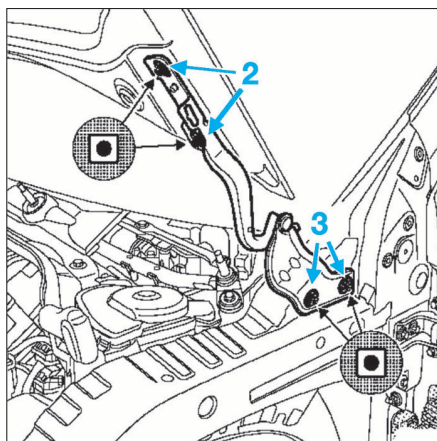

FIG. 20
- Desserrer les vis (2) de fixation de capot (Fig.20).
- Desserrer les vis (3) de fixation de compas de capot (Fig.20).
- Serrer les vis (3) de fixation à 0,8 daN.m.